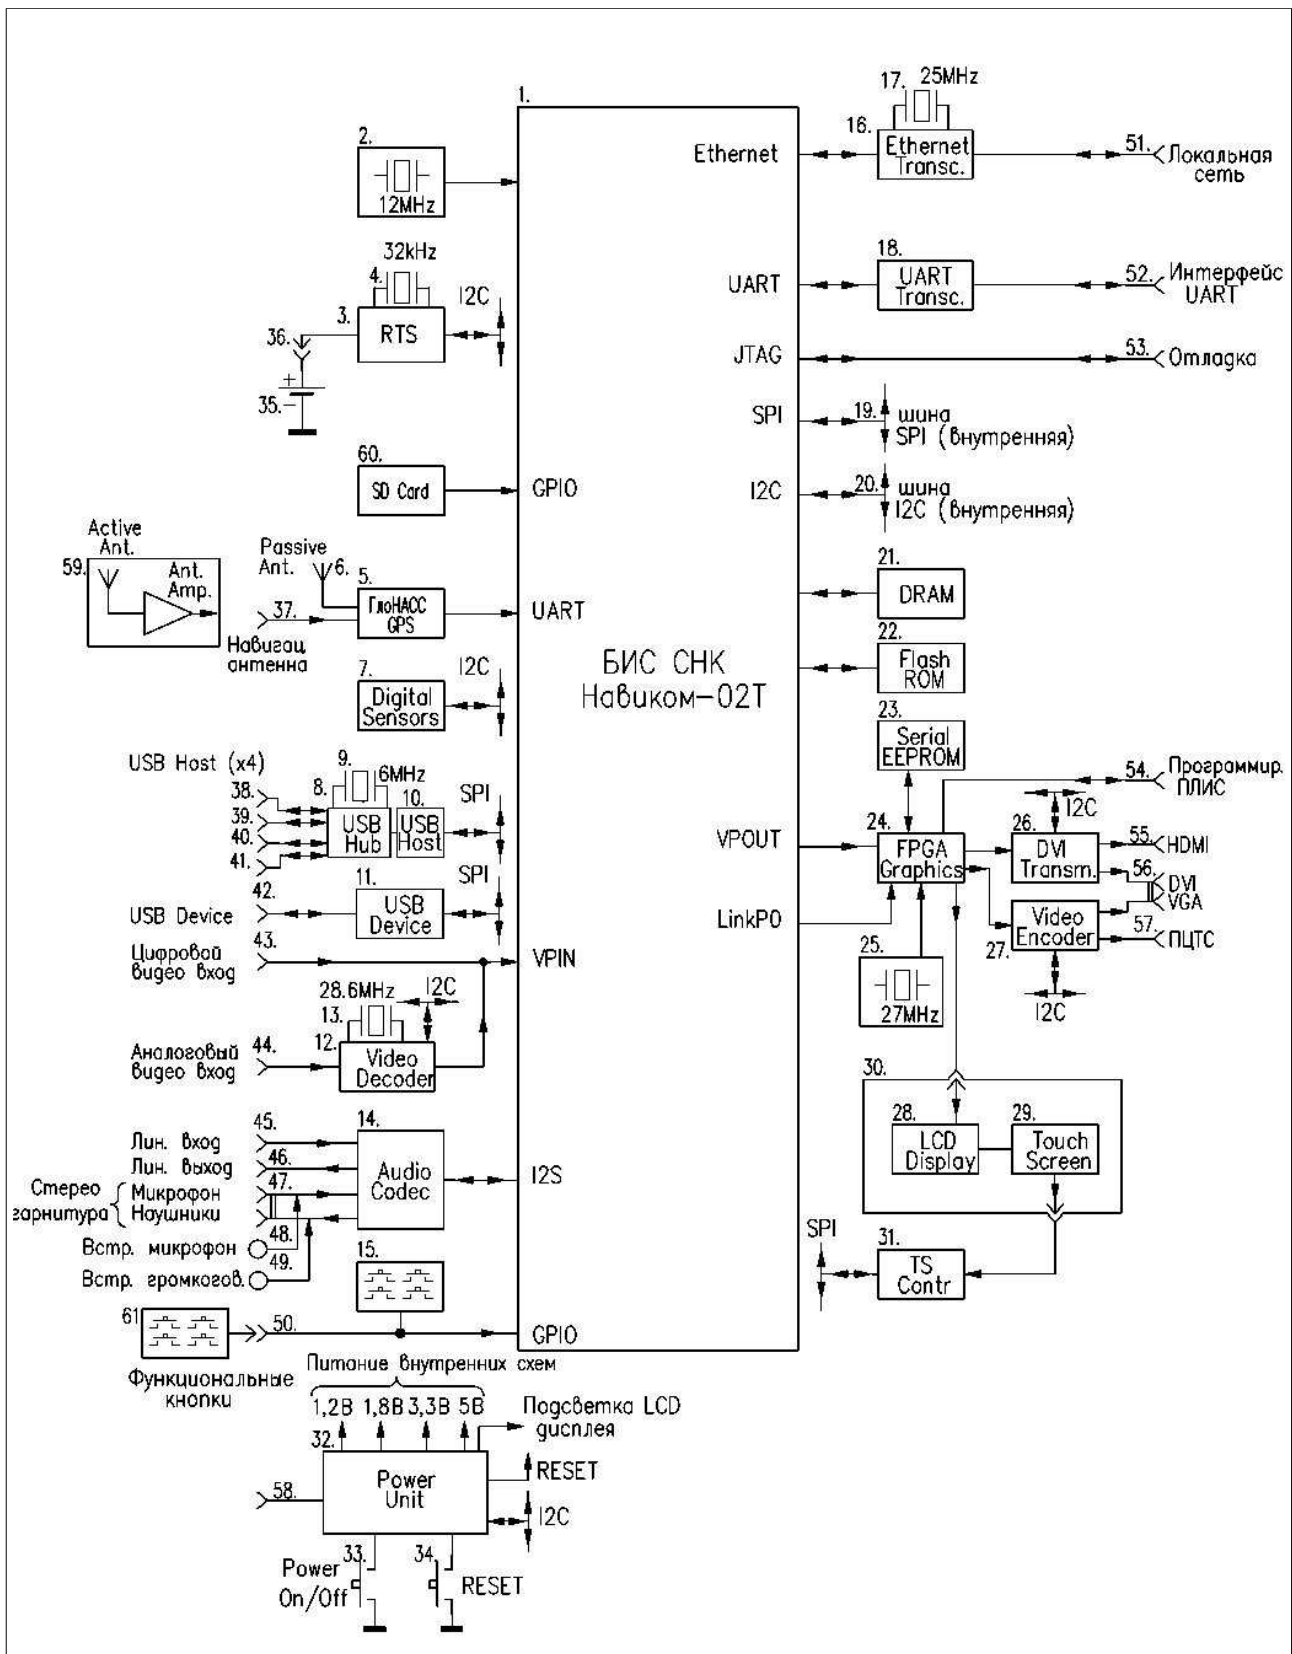

Рис. 3. Блок-схема электронного модуля малогабаритного вычислительного комплекса, вариант Navicom-02T
На рисунке 3 приведена общая блок-схема модуля, основой которого является БИС СнК "Навиком-02Т" отечественного производства. Эта БИС помечена на рис. 3 под номером (1), далее в этом разделе Руководства по эксплуатации номера в круглых скобках соответствуют позиционным обозначениям по рис. 3.
- образованием второго физического канала для видео данных при помощи порта общего назначения LinkP0 на рис.3;
Аудио подсистема модуля состоит из БИС универсального программируемого аудио кодека (14) со встроенным усилителем для стерео телефонов, которая подключается к БИС СнК по цифровому аудио интерфейсу I2S. Аналоговыми аудио интерфейсами, подключенными к БИС аудио кодека (14), являются: линейный аудио вход с разъёмом (45), линейный аудио выход с разъёмом (46), микрофонный вход и выход на стерео наушники, сигналы которых выведены на разъём для подключения стерео гарнитуры (47). В конструкции модуля предусмотрены также разъёмы (48) и (49) для подключения встроенных в целевое изделие микрофона и громкоговорителя, которые автоматически отключаются при подсоединении стерео гарнитуры. Настройка БИС аудио кодека осуществляется при помощи последовательного интерфейса SPI (на рис. 3 не показано).